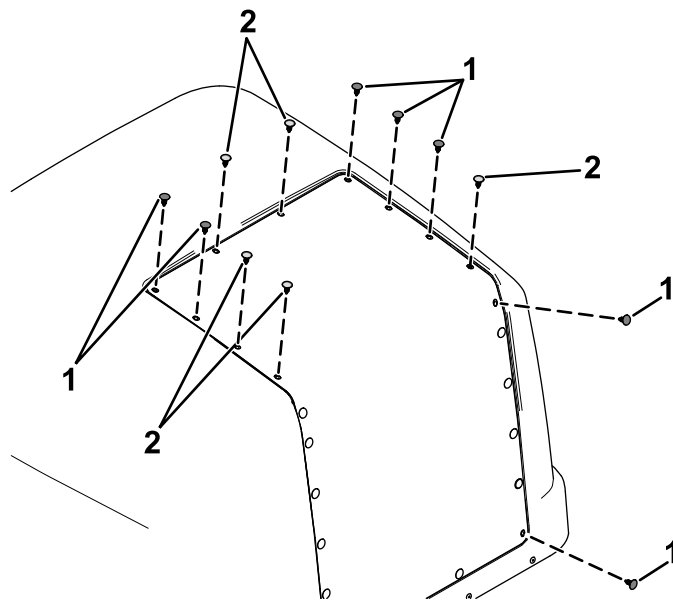

Figura 23
9. Rimuovete i 12 tappi in plastica riprodotti nella Figura 23 dal cofano.
- Conservate i 5 tappi mostrati nella Figura 23
- Scartate i 7 tappi mostrati nella Figura 23